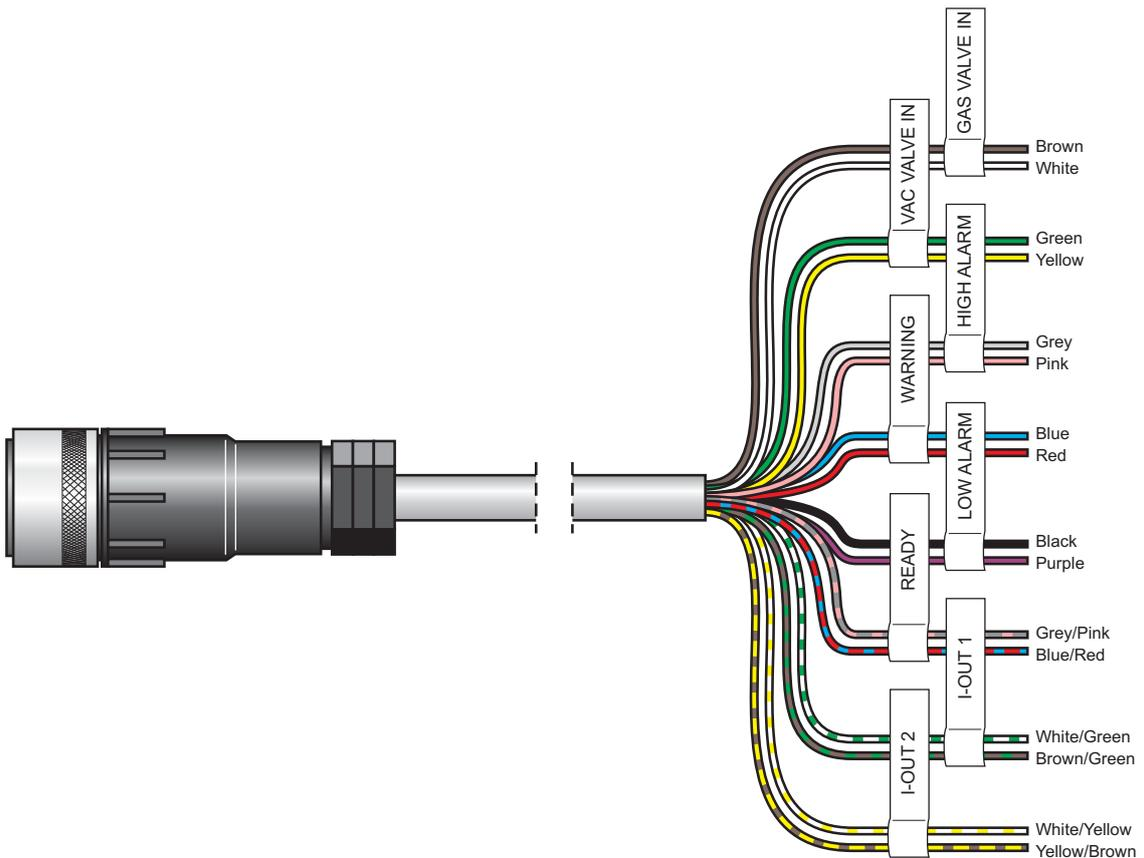

Fig. 22. Câble, signaux externes CMV-2 (3xx,4xx)
10. En ce qui concerne le CMV-2 modèle 3xx et 4xx (versions pourvues d'un écran), consultez la Fig. 22 a la page 59. Connectez les deux fils dénommés "VAC VALVE IN" au câble "Cable, external signals CMV-2" pour le signal "EVACUATION" (signal d'évacuation) de l'emballeuse. Peu importe leur polarisation.
Voir la Fig. 22 à la page 59. Connectez les deux fils dénommés "VAC VALVE IN" au câble "Cable, external signals CMV-2" pour le signal "GAS" (signal d'injection) de l'emballuse. Peu importe leur polarisation.